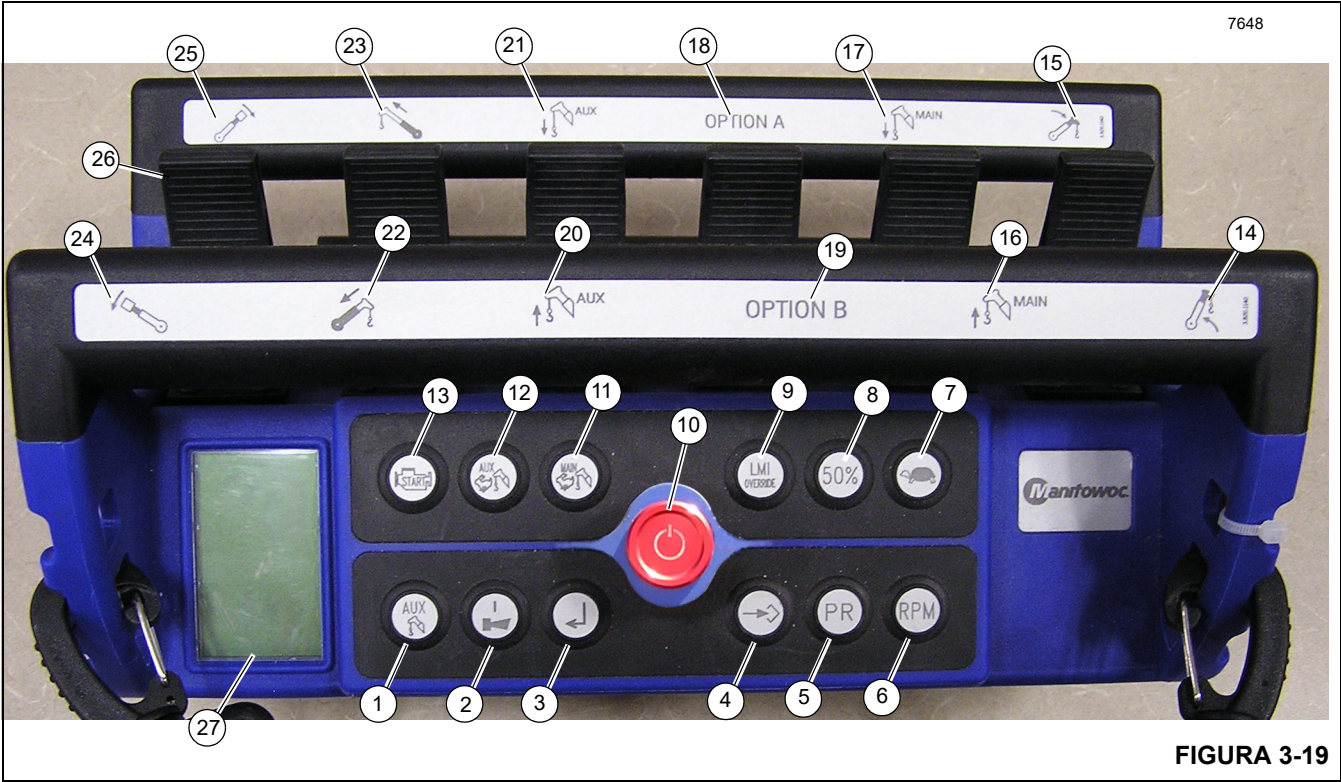
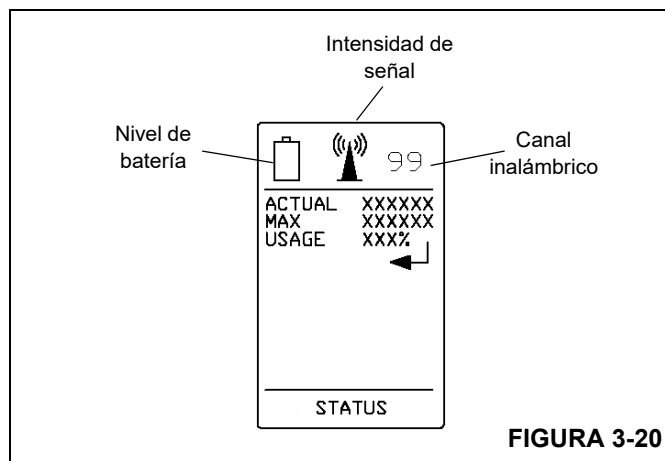

FIGURA 3-19
FIGURA 3-20
El control remoto de la grúa opcional (Figura 3-19) permitirá el control remoto completo de la grúa. El control remoto estándar se inhabilita cuando se utiliza el control remoto opcional de la grúa.
La pantalla LCD (27, Figura 3-19 y Figura 3-20) se usa para comunicar la intensidad de la señal, el nivel de carga de la batería, el canal inalámbrico, el estado del control remoto y la configuración de la máquina basado en los botones que están pulsados. También se visualiza la información del RCL al operador y se puede conmutar presionando el interruptor de pantalla RCL de la grúa (3). La siguiente información del RCL está disponible para el operador en la pantalla LCD:
Para usar este control remoto, el botón rojo de PARADA (10, Figura 3-19) debe oprimirse para encender el transmisor. Para controlar la grúa, se debe presionar el botón de encendido/bocina (2) para activar el control remoto. La bocina de la grúa sonará como confirmación de que el control remoto ahora está activo. La grúa ahora se puede arrancar presionando sin soltar el botón de arranque del motor (13). El control remoto ahora se puede usar para controlar la grúa. Para activar una función, mueva la palanca de control (26) que corresponde al movimiento deseado.
1. Para usar este control remoto, el botón rojo de PARADA (10, Figura 3-19) debe activarse para encender el transmisor.
2. Presione el botón de ENCENDIDO/Bocina (2) para activar el control remoto. La bocina de la grúa sonará como confirmación de que el control remoto ahora está activo.
3. Presione y mantenga presionado el botón de Arranque del motor (13) para arrancar la grúa. El control remoto ahora se puede usar para controlar la grúa.
4. Mueva la palanca de control (26) que corresponde al movimiento deseado para activar la función deseada.
5. Presione el botón de PARADA rojo (10) al terminar con el control remoto. Esto apagará la grúa.